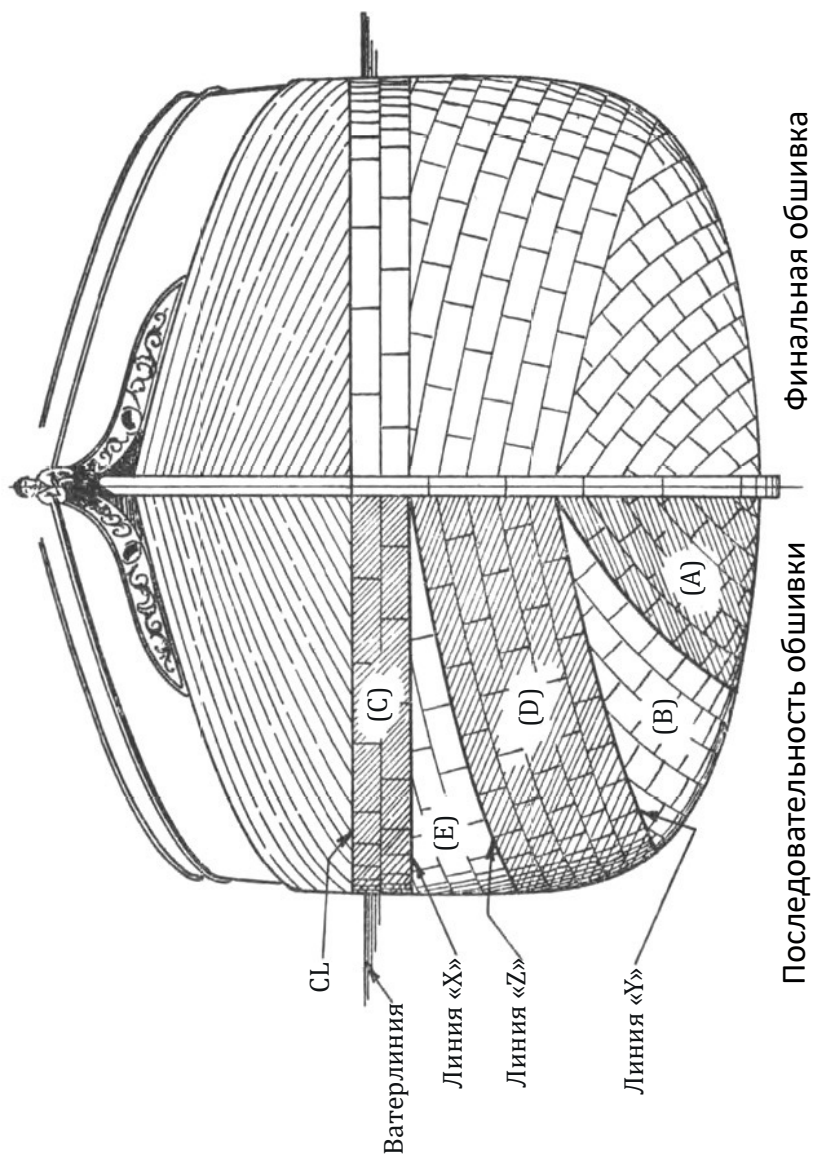

Рис. 95
Есть несколько способов правильной раскладки поясов, все имеющие примерно то же выравнивание на конечных этапах, а именно — три зоны медной обшивки, каждая из которых состоит из нескольких поясов полноразмерных необрезанных листов. Клиновидные зоны (B) и (E) на Рис. 95, обрезаются по месту, заполняя пространство между этими тремя зонами. Способы получения такого раскроя различаются на разных верфях, хотя единственное отличие в конечном результате состоит в количестве поясов в соответствующих зонах. Следующий метод обеспечивает более простую работу, хотя моделист может варьировать количество поясов в зонах, если захочет.
Начните с киля у ахтерштевня и положите пояс обшивки вперед к форштевню, используя полноразмерные листы без обрезки, затем уложите второй пояс тем же способом, но, конечно, с вертикальными перекрытиями. Поскольку эти пояса полной ширины, их концы поднимутся у форштевня и ахтерштевня, но продолжайте укладывать эти пояса пока их концы не достигнут примерно  $\frac{1}{3}$ – $\frac{1}{2}$  расстояния от киля до ватерлинии. Эта зона будет примерно равна зоне (A) на Рис. 95.
Теперь переместитесь к верхнему краю уложенной обшивки, обычно на 9–12 дюймов выше грузовой ватерлинии, и проведите карандашом линию на корпусе на этом уровне параллельно ватерлинии (Линия СL на Рис. 95). От этой линии отмерьте вниз расстояние равное 2–3 (в зависимости от размера) поясам медной обшивки, и проведите еще одну линию (Х) по этому уровню и снова параллельно ватерлинии. Это даст нижнюю границу верхней зоны (С).
Теперь все готово для следующей параллельной зоны, помеченной как (D) на Рис. 95. Она закрывается листами полной ширины с первым поясом, перекрывающим клиновидную зону (В) по линии (У). Продолжайте укладывать пояса пока верхние углы не достигнут линии (Х) у форштевня и ахтерштевня, что означает, что корпус сейчас обшит до линии (Z).
Теперь осталось только уложить зону (С) листами полной ширины как ранее, нижний пояс перекрывает клиновидную зону (Е) по линии (Х). Добавьте столько поясов, сколько нужно, чтобы вывести обшивку на нужный уровень (линия СL). После этого обшиваются боковые стороны форштевня, заканчивая кожухом вниз по переду форштевня и вдоль низа киля, и работа завершена. К этому времени, если вы работаете в масштабе, вы должны были бы вставить 18 000 гвоздиков для крепления листов. Окончательный результат показан в правой части Рис. 95. Лучший материал для обшивки модели медью — рулонная медная фольга, 0,001–0,008 дюймов толщиной, которую можно